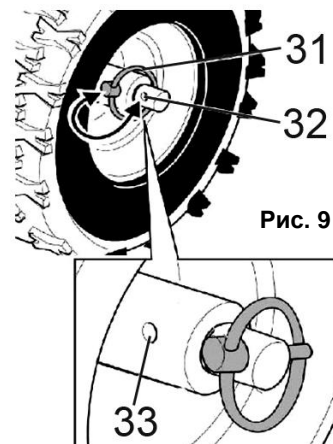

Рис. 9
- Для этого переставьте стопорный палец с кольцом (31), который жестко крепит колесо на оси сквозь отверстие (33), в свободное положение (32)(См. Рис.9).
- Для этого совместите отверстие в ступице колеса (33) с отверстием оси привода и вдвиньте стопорный палец (31) в отверстие (32)(См. Рис.9).